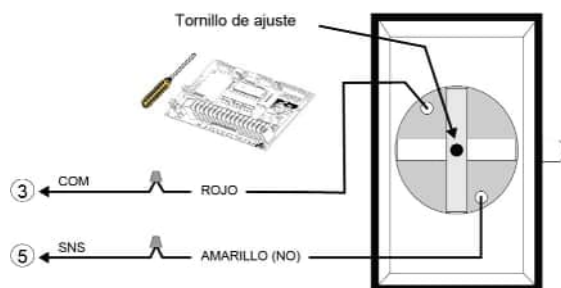
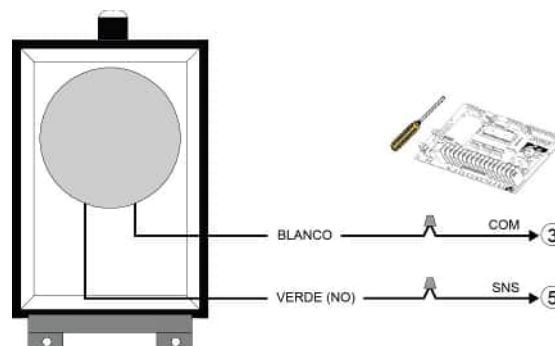

Figura 31 - AIRSWITCH 001 / 007
Figura 32 - AIRSWITCH 009 / 018
3. Utilizar un cable en espiral o carrete de recogida para conectar el interruptor de aire a los terminales del operador. Instalar los cables eléctricos de acuerdo con la Figura 31 o la Figura 32.